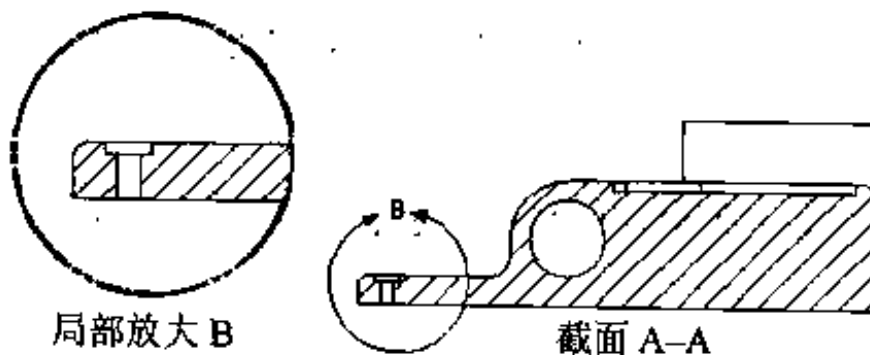

图 2.90 生成局部放大视图
- (2) 右击局部放大视图，然后选择【属性】命令。在弹出的【视图属性】对话框中选择【显示】复选框下的【名称】和【比例】选项。如果需要，将视图标签改为 B。单击【确定】按钮，如图 2.90 所示。